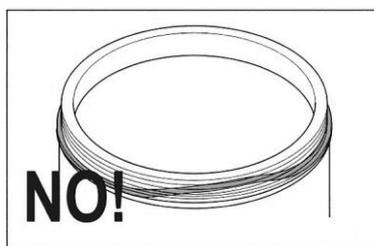

Fig. 32
2. La figure 32 présente un joint monté de façon incorrecte, dans ce cas, le joint NE repose PAS uniformément sur tout le bord du récipient.